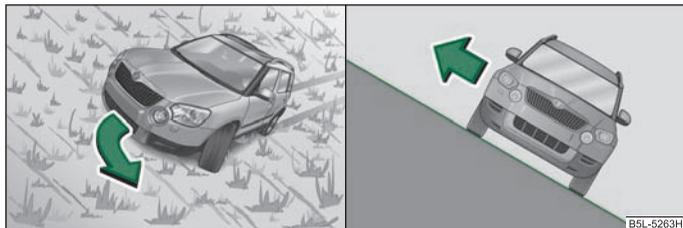

Fig. 162 Sterezare nella linea di pendenza / direzione da cui scendere dal veicolo - lato rivolto verso l'alto del pendio
Se la vettura rischia di cappottarsi, sterezare subito nella direzione della discesa ⇒ fig. 162 e accelerare leggermente. Il baricentro della vettura dovrebbe essere quanto più basso possibile. Distribuire uniformemente il peso di tutti i passeggeri. Persone più grosse o più pesanti dovrebbero sedere sul lato più in alto della vettura.
Se la vettura si ferma su un pendio molto inclinato e il conducente e i passeggeri devono scendere, tutti gli occupanti devono scendere dal lato rivolto verso l'alto ⇒ fig. 162 destra.
- Prima di guidare trasversalmente su un pendio ⇒ fig. 162, accertarsi di poter guidare nella linea di pendenza. Se non è possibile, scegliere un'altro percorso. Se si guida trasversalmente al pendio e la vettura rischia di cappottarsi, sterezare subito nella linea di pendenza verso il basso e accelerare leggermente.
- Se la vettura si trova sul pendio con una grande inclinazione laterale, non uscire mai dalla vettura attraverso le porte rivolte verso il lato inferiore. Ciò può portare ad una modifica del baricentro totale. La vettura potrebbe cappottarsi e rotolare giù dal pendio. Ciò può provocare gravi lesioni. Per evitare questa situazione tutti devono uscire dalla vettura solo dal lato del pendio rivolto verso l'alto ⇒ fig. 162.